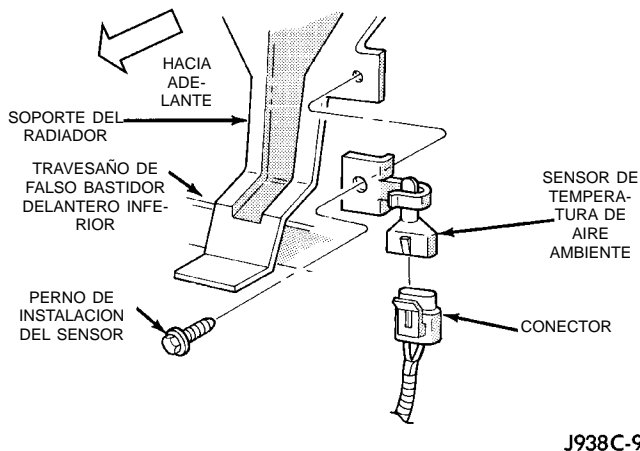

Fig. 6 Desmontaje/instalación del sensor de temperatura
- (1) Desconecte y aisle el cable negativo de la batería.
- (2) Retire la unidad de rejilla del radiador. Para informarse sobre el procedimiento, consulte el Grupo 23 - Carrocería.
- (3) Localice el sensor de temperatura, en el soporte del radiador detrás de la rejilla (Fig. 6).